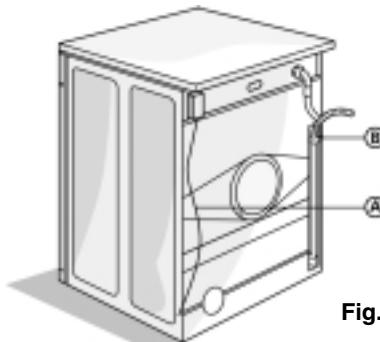

Fig.1
- 1. Décrochez le tuyau de vidange de la fixation de gauche ; voir la flèche A à la Fig. 1.
NE desserrez PAS le raccord du tuyau de vidange ; voir la flèche B à la Fig. 1. Sinon, il y aurait un risque de fuite (danger de s'ébouillanter avec l'eau chaude).
- 2. Vous pouvez soit fixer le tuyau de vidange au siphon, soit l'accrocher au rebord d'un évier ou d'un lavabo avec la crosse de vidange (voir la Fig. 1). Les petits lavabos ne conviennent pas.